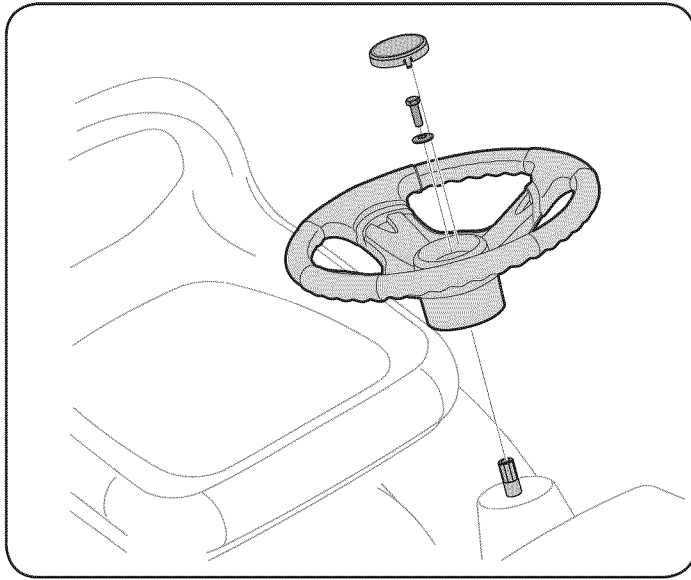

Figure 30
2. Coloque la arandela (con la parte ahuecada hacia abajo) sobre el volante y segura con el tornillo hexagonal. Véase la Figure 30.